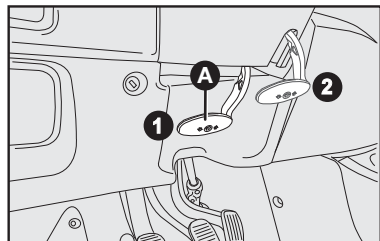

fig. 16
VOLANTE - fig. 16
- 1) Desplace la palanca **A**-fig. 16 hasta la posición **2**-fig. 16.
- 3) Vuelva a poner la palanca en la posición **1**-fig. 16 para trabar nuevamente el volante.